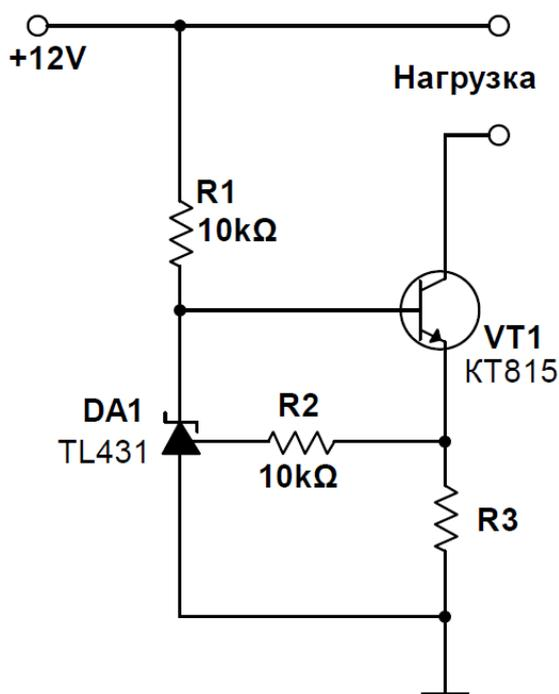

Рис.1. Типовое включение микросхемы TL431.
- Типовое включение микросхемы TL431 в режиме стабилизации тока представлено на рис. 1: